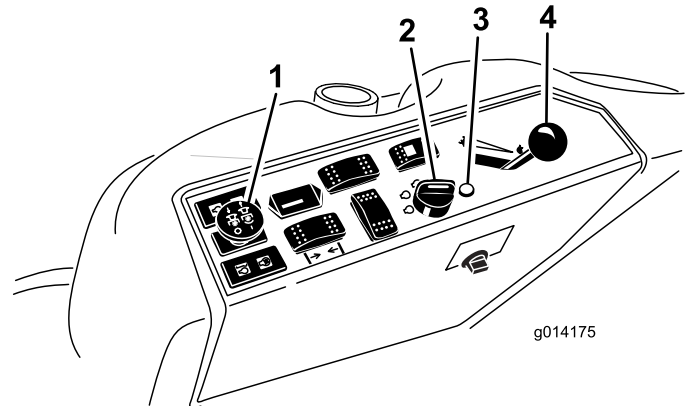

Figura 9
4. Desloque o interruptor PTO (tomada de força) para a posição off (Figura 9).
5. Desloque a alavanca do acelerador para metade entre as posições Fast (rápido) e Slow (lento) (Figura 9).